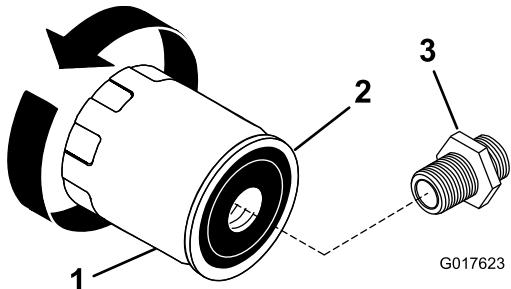

Figura 19
2. Retire el filtro usado y límpie con un paño la superficie de la junta (Figura 19) del adaptador del filtro.